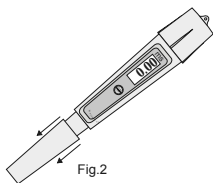

Fig.2
1. Remova a capa protetora (Fig.2).